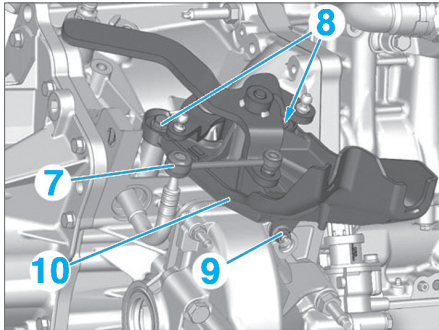

Fig. 5
- Dégrafer la biellette de renvoi (7) de la commande externe des vitesses (Fig.5).
- les vis (8) de fixation et l'écrou (9),
- le support (10) des commandes de vitesses,